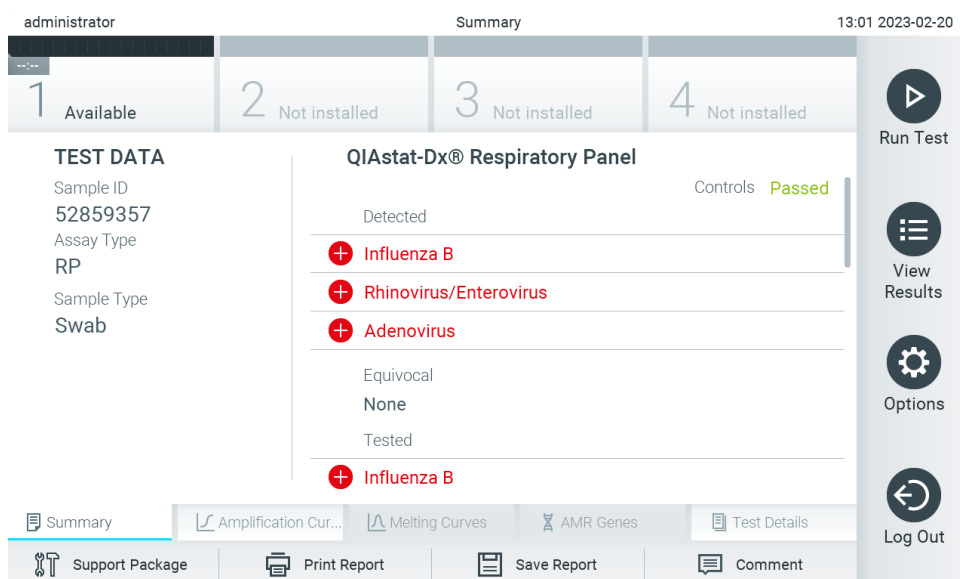

Abbildung 30. Bildschirm Summary (Zusammenfassung) der Ergebnisse.
11. Nachdem die QIAstat-Dx Assay-Kartusche ausgeworfen wurde, erscheint der Bildschirm Summary (Zusammenfassung) der Ergebnisse (Abbildung 30). Weitere Informationen finden Sie in Abschnitt 5.5.